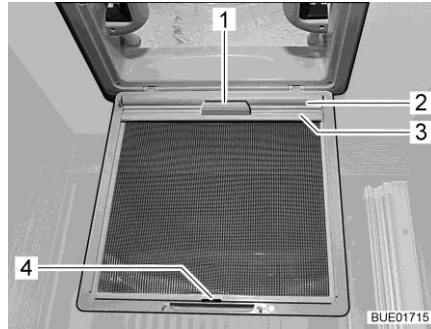

Bild 125 Mörklägningsrullgardin
- Drag ut mörklägningsrullgardinen (Bild 125,2) med handtaget (Bild 125,1) och haka i fästlisten (Bild 125,3) i kroken (Bild 125,4) på insektsskyddet.
- Lossa fästlisten (Bild 125,3) från kroken (Bild 125,4) och dra långsamt tillbaka mörklägningsrullgardinen (Bild 125,2) med handtaget (Bild 125,1).